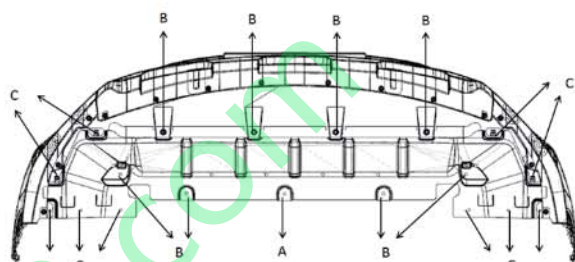

图 4-4-1 发动机下前挡泥板的拆卸示意图
(1) 用一字起将图 4-4-1 所示位置字母扣 A 翘起；
(2) 用十字起将螺钉 C（共 10 个）卸下，用 10#套筒将六角头自攻锁紧螺钉和大垫圈组合件 B（共 8 个）卸下，完成上述操作即可将发动机下前挡泥板拆卸下来。
(1) 发动机下后左、右侧护板先装，后装配发动机下前挡泥板；先用字母扣定位（如上图 4-4-1 所示位置），再用锁紧螺钉固定两侧的点（如上图 4-4-1 所示位置），然后其余孔依次用自攻钉和锁紧螺钉打紧即可；
(2) 需注意：挡泥板需塞到保险杠背面，图示两侧的安装点，前保处于中间位置，发动机下前挡泥板处于整车最下方